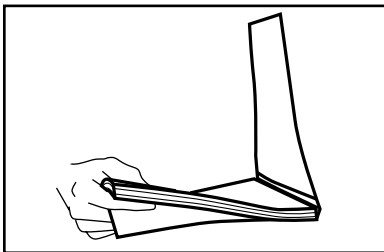

ABBILDUNG 20
7. Legen Sie auf einer glatten Oberfläche Ihr gebundenes Dokument in den Umschlag und stellen Sie sicher, dass die obere Kante des Dokumentes mit der des Umschlages abschließt (siehe Abbildung 20).